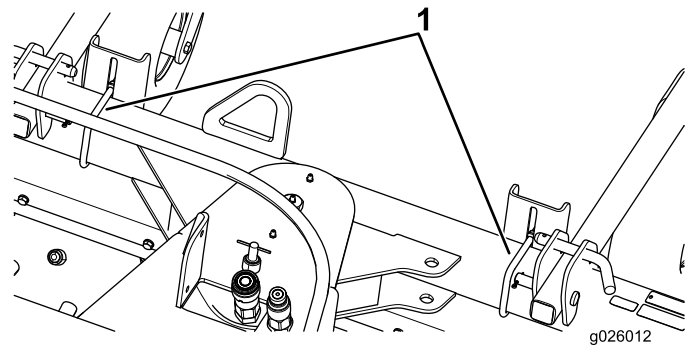

Figure 7
- Pour élargir l'écartement de la protection, desserrez les 2 étriers (3/8 po) de fixation du support de la protection (Figure 7).
- Pour réduire l'écartement de la protection, serrez les 2 étriers (3/8 po) de fixation du support de la protection (Figure 7).